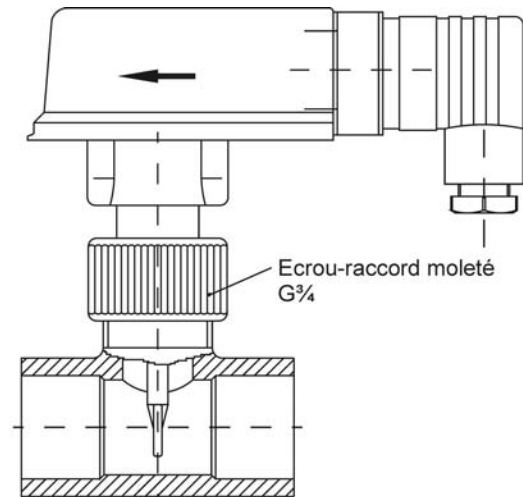

Fig. 6
- ⇒ Pour le modèle ...MKU, étanchez la pièce tubulaire en PVC (Fig. 6) dans la conduite par un assemblage collé adéquat.